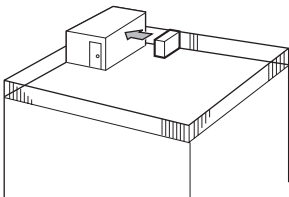

Fig. 2-2
- 1 Coloque la salida de aire de frente a la pared más próxima a una distancia de unos 50 cm (19-11/16") de ella. (Fig. 2-2)